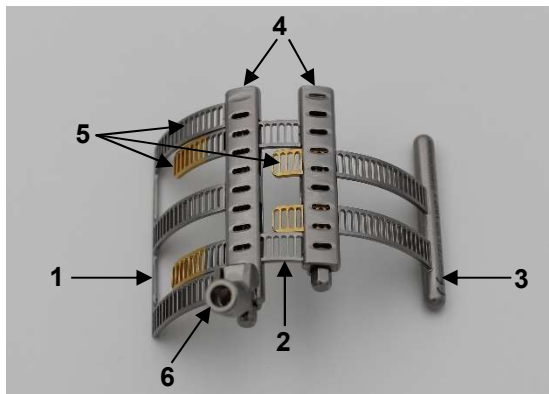

Abb. 1a: Treede Maxposition Blatt (MMZ-7)
Das größenverstellbare Treede Maxposition Blatt (Abb. 1a) besteht aus drei Elementen unterschiedlicher Größe: Basiselement (1), primäres Element (2) und sekundäres Element (3) (Abb. 1b). Ein Element setzt sich aus Kastenmodul (4) und Fächerblätter (5) zusammen (Abb. 1a).